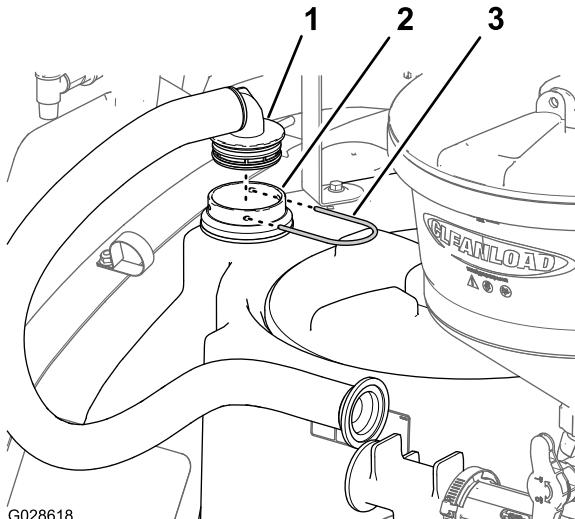

Рисунок 23
- 2. Присоедините прямоугольный штуцер к переходному штуцеру с помощью держателя (Рисунок 23).
1. Вставьте прямоугольный ступенчатый штуцер шланга бака в переходной штуцер (Рисунок 23), установленный при выполнении пункта 2 раздела Установка переходного штуцера Штуцер (страница 12).